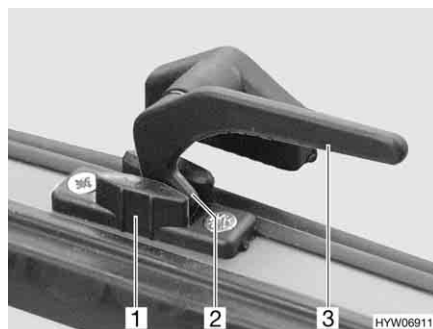

Bild 93 Verriegelungshebel in Stellung "Dauerbelüftung"
- in Stellung "Dauerbelüftung" (Bild 93)
- Alle Verriegelungshebel (Bild 93,3) eine viertel Umdrehung zur Haubenmitte hin drehen.
- Alle Verriegelungshebel wieder zurückdrehen. Die Verriegelungsnase (Bild 93,2) dabei in die Aussparung der Haubenverriegelung (Bild 93,1) einfahren.